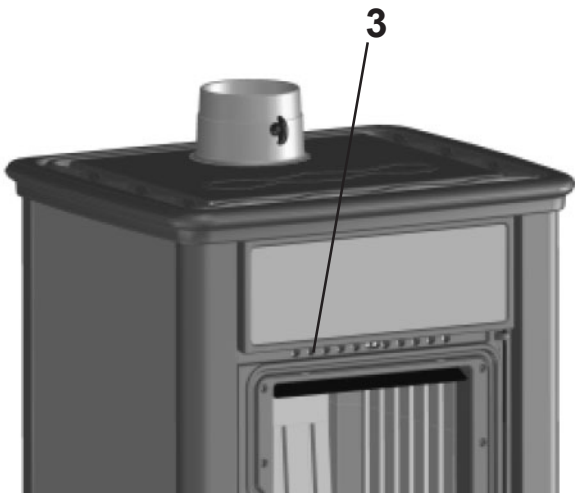

Fig. 6.4
- Déplacer la régulation de l'air, après avoir ouvert la porte (Fig. 6.4), de telle manière que les fentes placées sur la partie supérieure du châssis soient ouvertes.
- Desplazar la regulación del aire, después de haber abierto la puerta, (Fig. 6.4), de modo que los agujeros situados en la parte superior del marco estén abiertos.